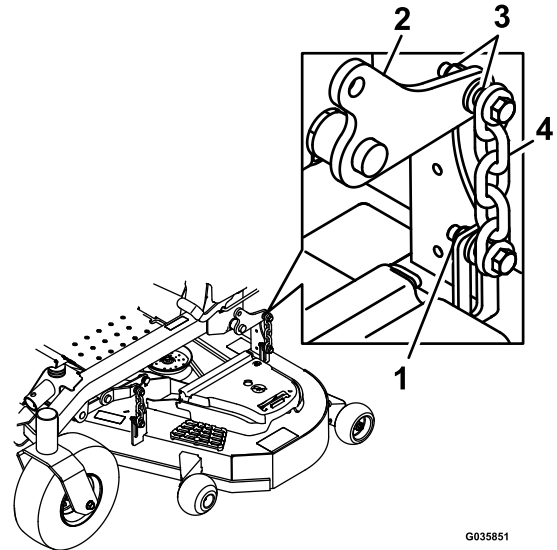

Figure 122
13. Desserrez les contre-écrous (Figure 122) aux quatre coins de sorte que le tablier repose solidement sur les 4 cales.